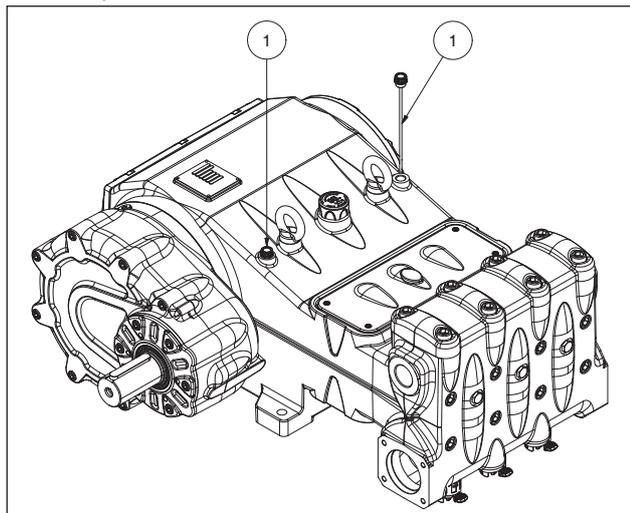

Рис. 8
5. Масло в картере насоса находится на должном уровне при проверке с помощью специальных щупов (поз. ①, Рис. 8).